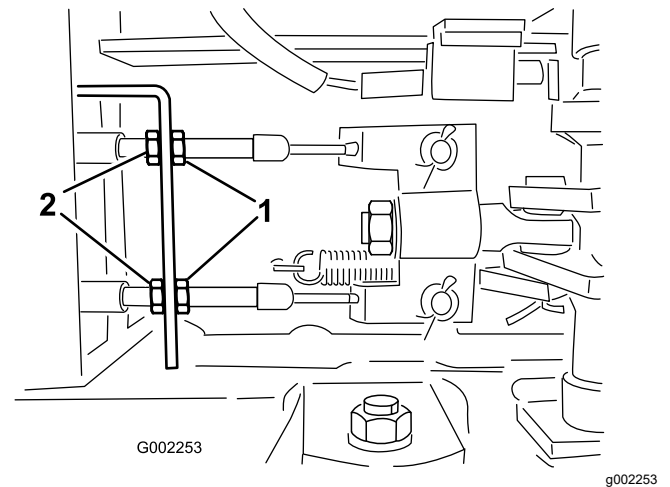

図 105
- ブレーキケーブルの車両前端側にある前ジャムナットをゆるめる (図 105)。
- 後ナットを均等に締めて、ブレーキペダルの遊びを 10-20 mm に調整する 図 105。